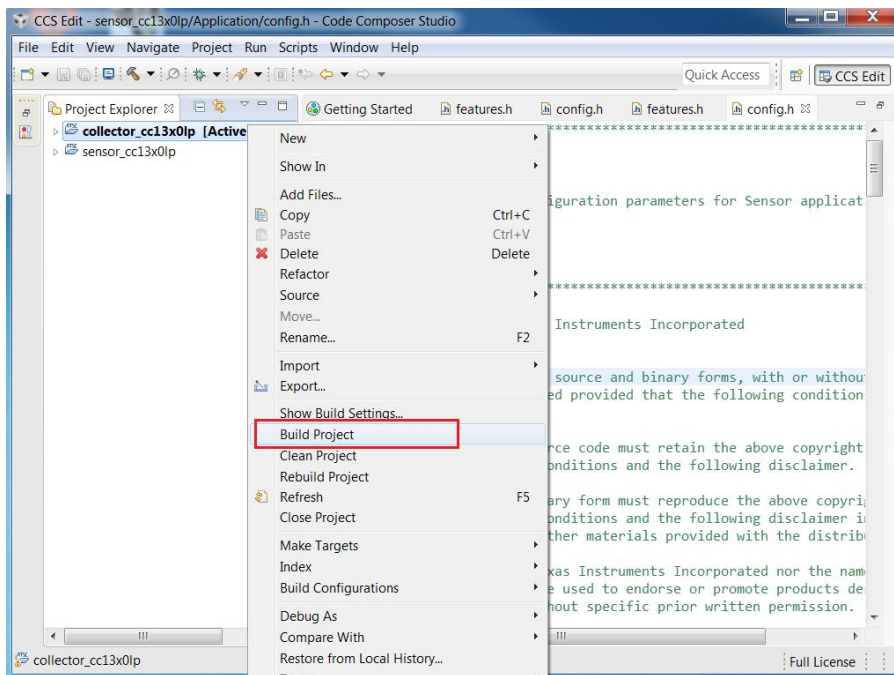

图 5. 收集器项目
2. 右键单击 collector\_cc13x0lp 项目并选择编译 (Build) 选项（请参见图 5）。该操作将编译收集器应用程序项目。